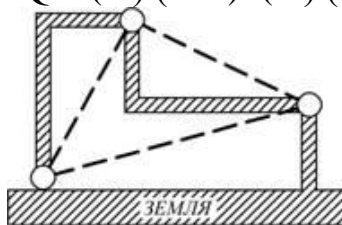

Рис. 2.2
2) Рама представляет собой неизменяемую фигуру (рис. 2.2), состоящую из трех дисков, соединенных между собой шарнирами А, 1 и 2, не лежащими на